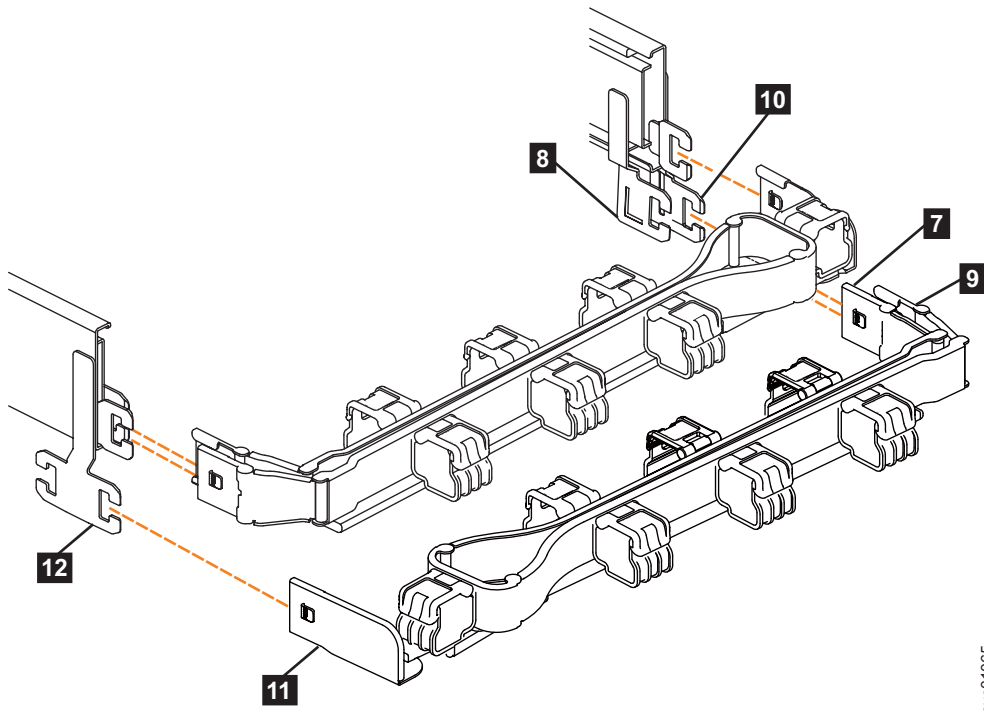

Abbildung 67. Vergleich der Positionen der Komponenten der Kabelträgerbaugruppen
**Anmerkung:** Die Prozedur zum Anbringen der unteren Kabelträgerbaugruppe ist mit der Prozedur zum Anbringen der oberen Kabelträgerbaugruppe identisch. Die Anschlusspositionen sind jedoch umgekehrt. Zu Vergleichszwecken werden in Abb. 67 auf Seite 78 die obere und untere Kabelträgerbaugruppe mit der Ausrichtung an den Halteschienen gezeigt. Der Halteschienenanschluss des oberen Kabelträgers wird an der rechten Schiene angebracht. Der Halteschienenanschluss des unteren Kabelträgers ( **11** ) wird an der linken Schiene angebracht.
5. Installieren Sie den inneren Anschluss der unteren Kabelträgerbaugruppe (**7**) an den inneren Teil der rechten Halteschiene (**8**) (siehe Abb. 67).
6. Installieren Sie den äußeren Anschluss der unteren Kabelträgerbaugruppe (**9**) an den äußeren Teil der rechten Halteschiene (**10**) (siehe Abb. 67).
7. Bringen Sie den Halteschienenanschluss an der unteren Kabelträgerbaugruppe (**11**) an dem Anschluss der linken Halteschiene (**12**) an (siehe Abb. 67). Stellen Sie sicher, dass die untere Kabelträgerbaugruppe sicher an den Haken am Ende der Halteschienen angebracht ist.